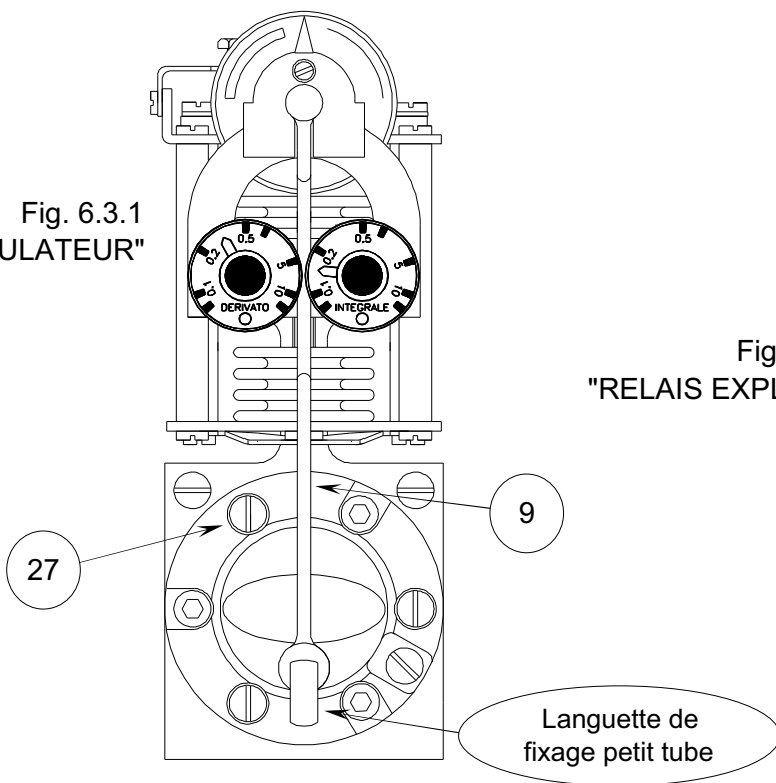

Fig. 6.3.2
La présence d'huile et de condensat dans l'air d'alimentation pourrait rendre nécessaire le nettoyage des membranes (31) et (35) et des autres organes internes du relais (voir fig.6.3.2). Pour démonter le relais, procéder de la manière suivante:
- 4) Oter les trois vis hexagonales (28 Fig. 6.3.2), démonter le relais et nettoyer ou remplacer les membranes.
- 5) Assembler de nouveau le relais en suivant avec attention le dessin explosé de la Fig. 6.3.2.
Série membranes Relais	(31) et (35) Fig. 6.3.2